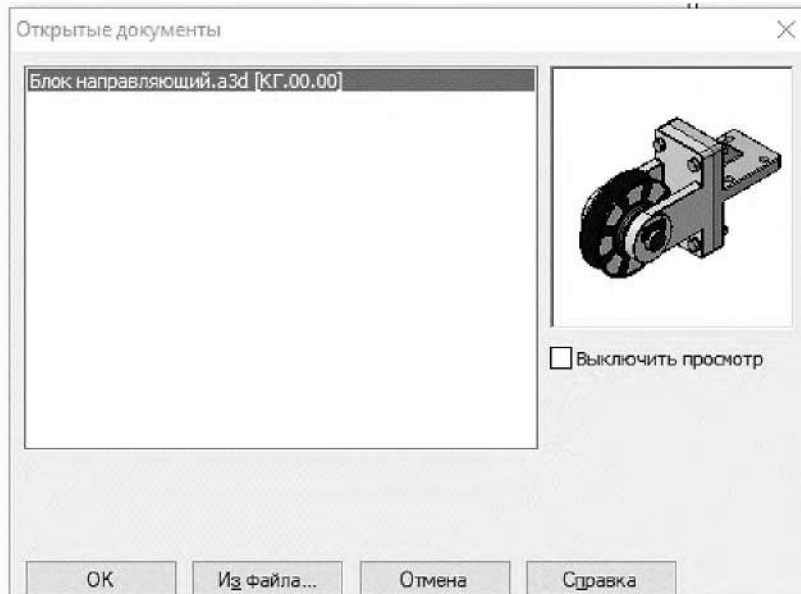

Рисунок 4.24. Выбор сборочной модели
2.1.4 Если сборка *Блок направляющего* открыта, просто нажмите **ОК** (рисунок 4.24). В противном случае нажмите кнопку **Из файла** и укажите положение сборки на диске.